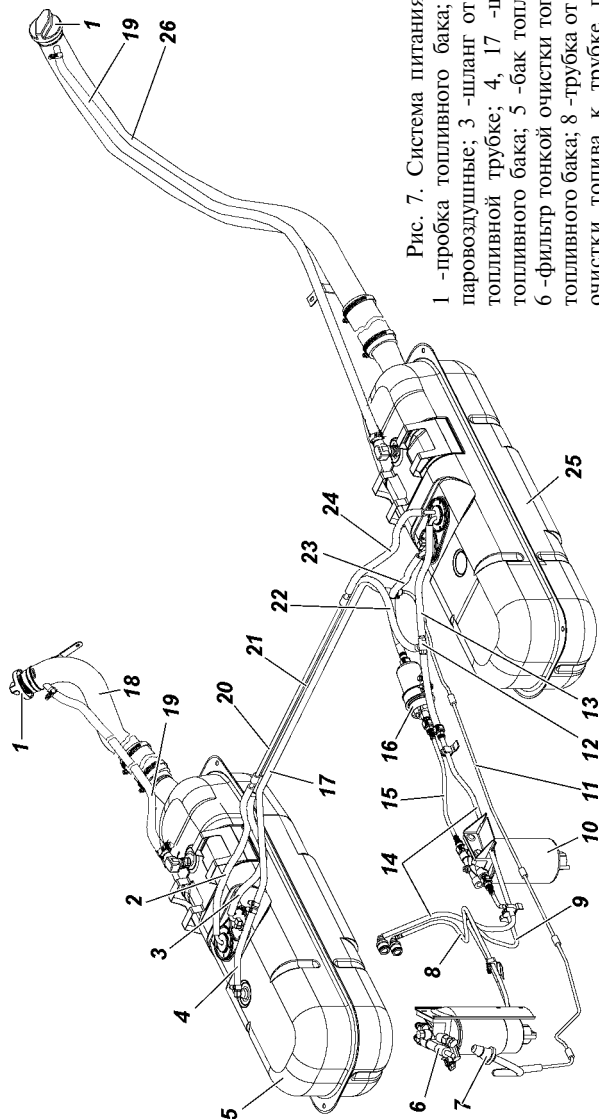

Рис. 7. Система питания двигателя:
### Система питания (рис. 7)
**Топливные баки 5, 25 (рис. 7).** Обслуживание топливных баков заключается в периодической промывке фильтра приемной трубки указателей уровня топлива и самих баков.
**Топливный электронасос 16 (рис. 7)** проточного типа.